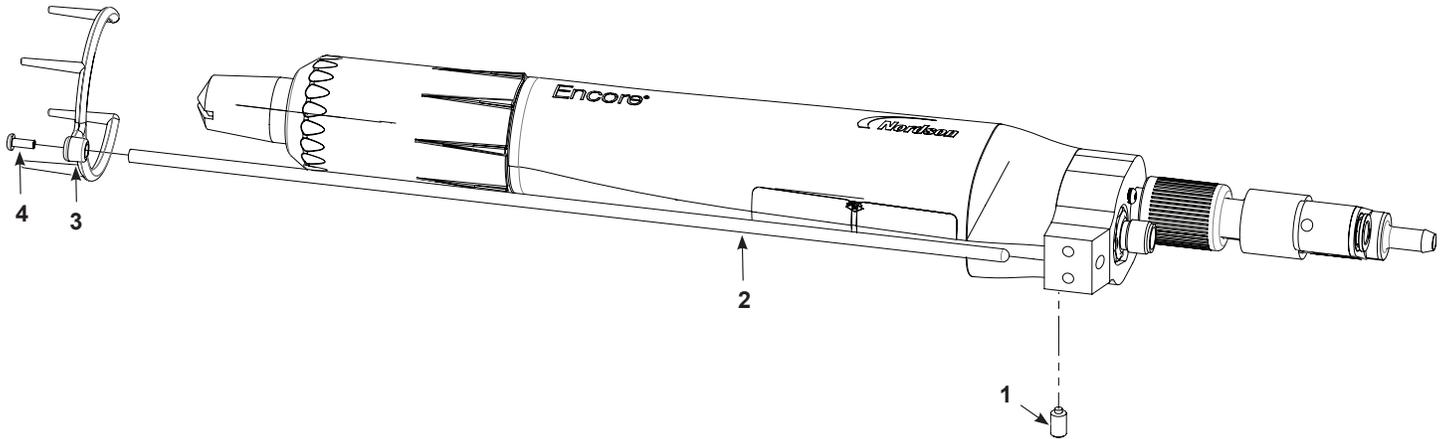

Abbildung 3-7 Ionensammlerinstallation – Sprühapplikator für Stangenmontage (zur besseren Übersichtlichkeit sind einige Teile nicht abgebildet)
1. Siehe Abbildung 3-7. Den Sammelstab (1) in den Adapter für Stangenmontage stecken und mit dem im Ionensammlersatz enthaltenen M5 x 8 Gewindestift (2) sichern.
2. Die Mehrfachspitze (3) mit der M3 x 8-Schraube (4) am Sammelstab befestigen.